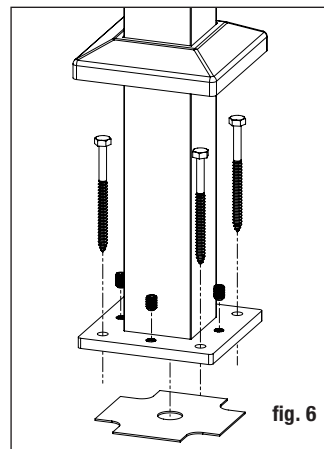

fig. 6
**Paso 5** Vuelva a colocar el conjunto del poste con la placa niveladora insertada entre la plataforma y la base del poste, y alinee con los orificios pretaladrados. Inserte los sujetadores de los postes (**NO INCLUIDOS**) y apriételos parcialmente. Con un nivel, ajuste los tornillos de ajuste de nivelación con una llave Allen de 3/16 "hasta que el poste esté a plomo. Apriete completamente los sujetadores de los postes para asegurar la base a la estructura de la plataforma. *Nota: Se recomiendan tirafondos de 5/16 "x 4" o más largos.* (fig. 6)